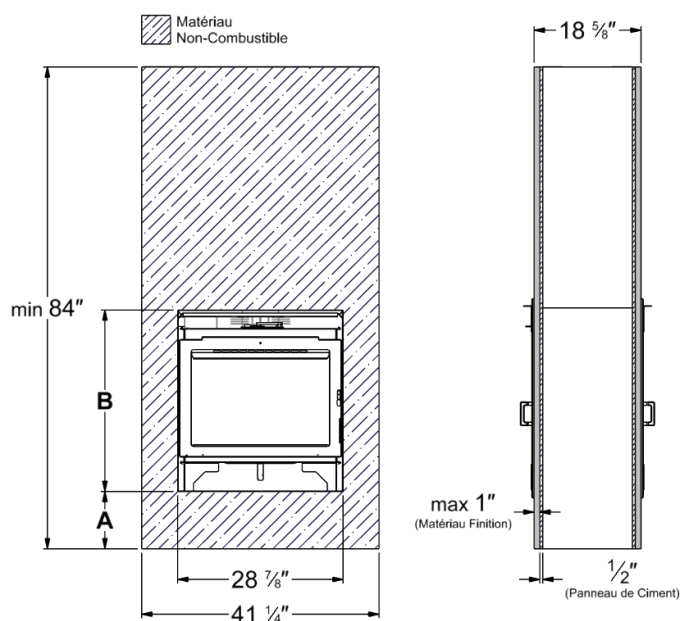

Figure 3-21 : Enceinte Astra Duo pour Façade Traditionnelle et cheminée de 6 po. Aucun espace de finition prévu pour une installation avec cheminée de 8 po.
Une partie du devant de l'enceinte doit être construite en matériaux non-combustibles. Noter que l'enceinte doit être correctement fixée à la charpente. Se référer aux Figures 3-21 à 3-24 ainsi qu'au Tableau 3-8 pour les dimensions de l'ouverture dans l'enceinte en fonction de la configuration de façade.
- Pour une installation avec cheminée de 8 po, le panneau de ciment est posé directement derrière la façade; par conséquent, tout matériau de finition installé dépassera la profondeur minimale de l'enceinte. Les dimensions (A et B) de l'ouverture indiquées dans les Figures 3-21 à 3-23 restent les mêmes.